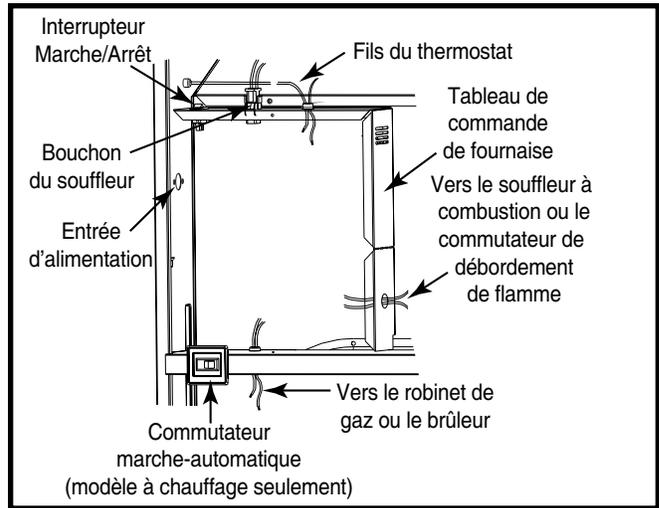

Figure 24. Panneau de commande (tous les modèles)
2. Passez les fils (115 V c.a.) à travers le dispositif de traction sur le côté gauche de la boîte de commande de la fournaise. Voyez la **Figure 24**.